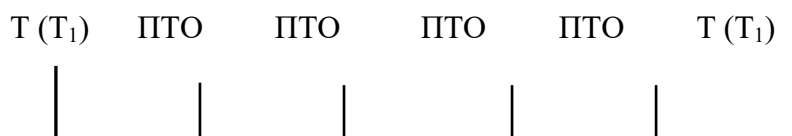

Рисунок 1 – График цикла технических обслуживаний
- 3 Используя фигуры, составляется график цикла технического обслуживания машины (рисунок 1)